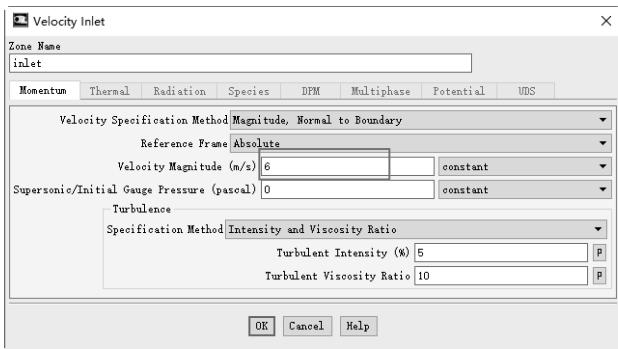

图 11-172 设置入口边界
(2) 单击【Zone】→【inlet】→【Type】= Velocity-inlet, 单击【Edit...】, 在弹出的对话框中的设置 Velocity Magnitude (m/s) = 6, 单击【OK】关闭对话框, 如图 11-172 所示。